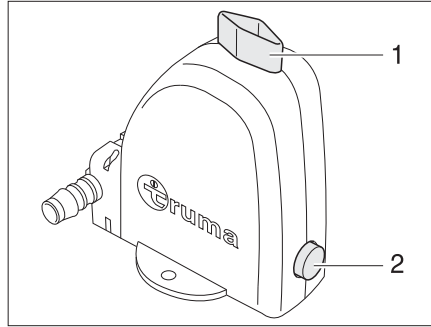

Figura 60 Válvula de seguridad/purga de la caldera
La caldera está equipada con una válvula de seguridad/purga (Figura 60). La válvula de seguridad/purga evita que el agua de la caldera se congele cuando no esté conectada la calefacción en caso de helada. La válvula de seguridad/purga está integrada en la calefacción o en los compartimentos de almacenamiento del piso debajo de la mesa.
- Cerrar la válvula de seguridad/purga. Para ello girar el botón giratorio (Figura 60,1) a la posición transversal en referencia a la válvula de seguridad/purga y hundir el pulsador (Figura 60,2).
- Abrir la válvula de seguridad/purga. Para ello girar el botón giratorio (Figura 60,1) a lo largo de la válvula de seguridad/purga. El pulsador (Figura 60,2) salta afuera. La caldera se vacía hacia fuera a través de la válvula de seguridad/purga.